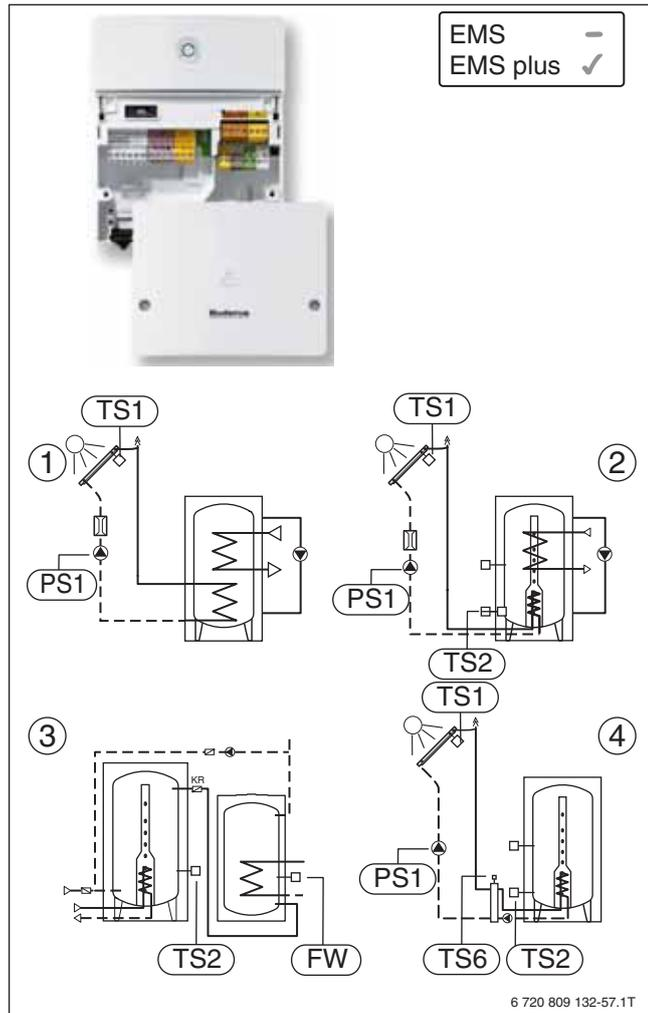

Bild 55 Solarmodul SM100
- Tägliche Aufheizung oder thermische Desinfektion (→ Bild 55, [1])
- Tägliche Aufheizung oder thermische Desinfektion der Vorwärmstufe (Speicher-Reihenschaltung) mit Umladepumpe (→ Bild 55, [3]) oder Umschichtpumpe (→ Bild 55, [2])
- Umladung von Vorwärm Speicher in Bereitschafts Speicher (→ Bild 55, [3])
- Externer Wärmetauscher im Kollektorkreis mit separater Pumpenansteuerung Primär- und Sekundär- kreispumpe inklusive Frostschutzfunktion Wärmetauscher (→ Bild 55, [4])